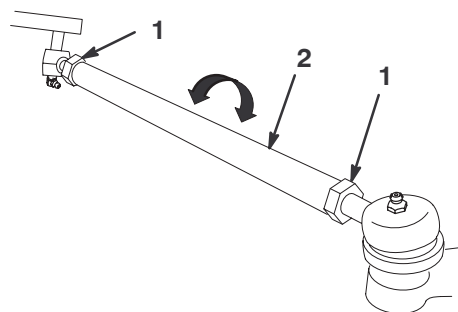

Figure 37
3. Si la valeur obtenue n'est pas comprise dans la plage spécifiée (reportez-vous aux dimensions et aux paramètres mentionnés au début de cette procédure), desserrez les contre-écrous à chaque extrémité des biellettes (Fig. 37).